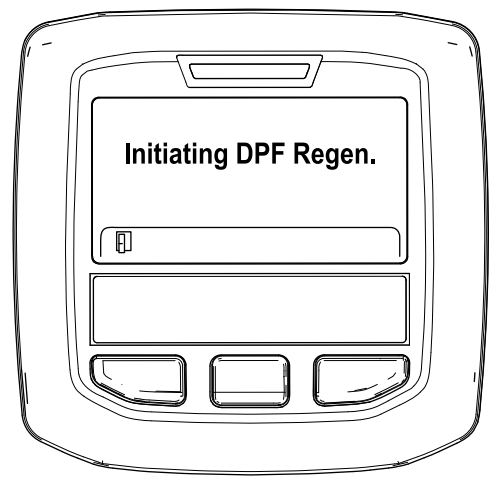

Figure 53
- A. Le message « Initiating DPF Regen. » (lancement régén. FAP) s'affiche (Figure 53).